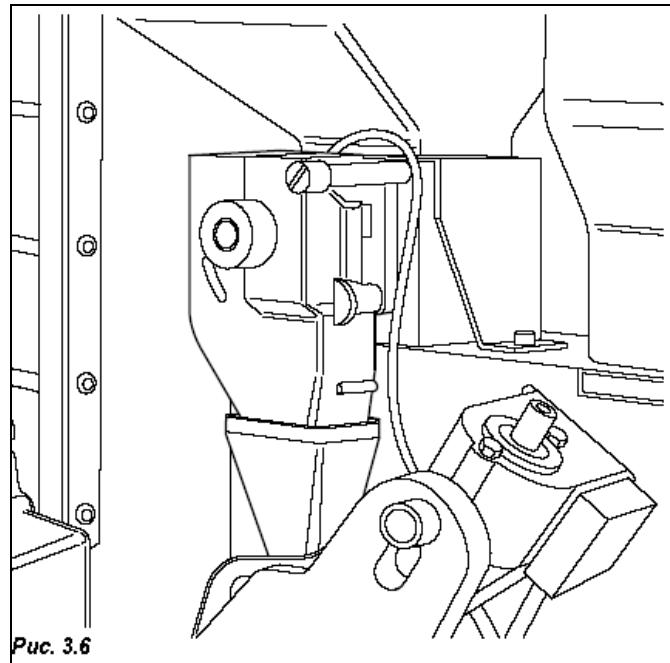

Рис. 3.6
- Включается кофейная мельница, которая осуществляет размол порции кофе, заданной с помощью дозатора (Рис. 3.6).